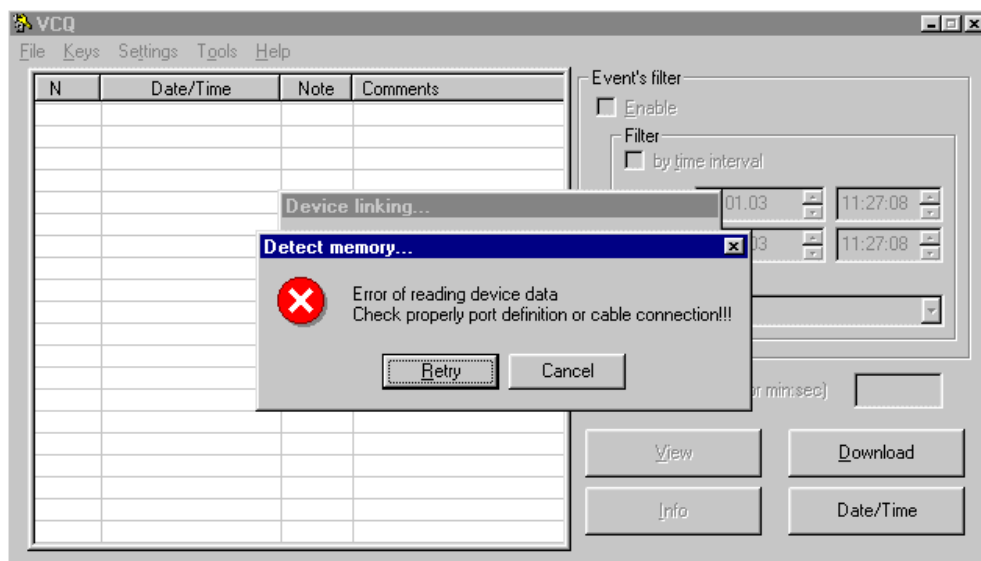

Рис. 16
- 3) Если на экране монитора появилось сообщение (Рис. 16), то это означает, что устройство неправильно подключено к компьютеру. Проверьте правильность соединения программатора **UniPrg** с LPT-портом компьютера и устройством.